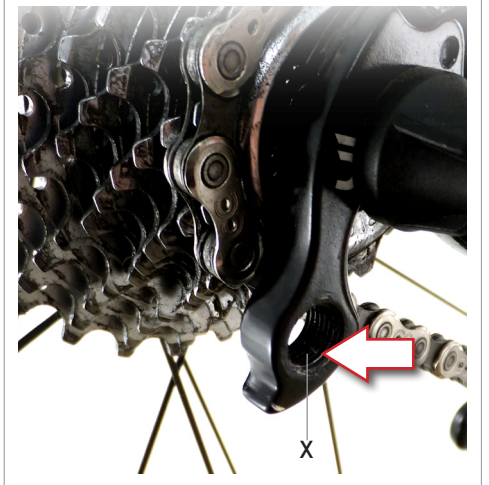

Fig.2
• Repasar la rosca del soporte del cambio sobre la horquilla lateral derecha (X - Fig. 2) con el útil macho, rosca M10x1.